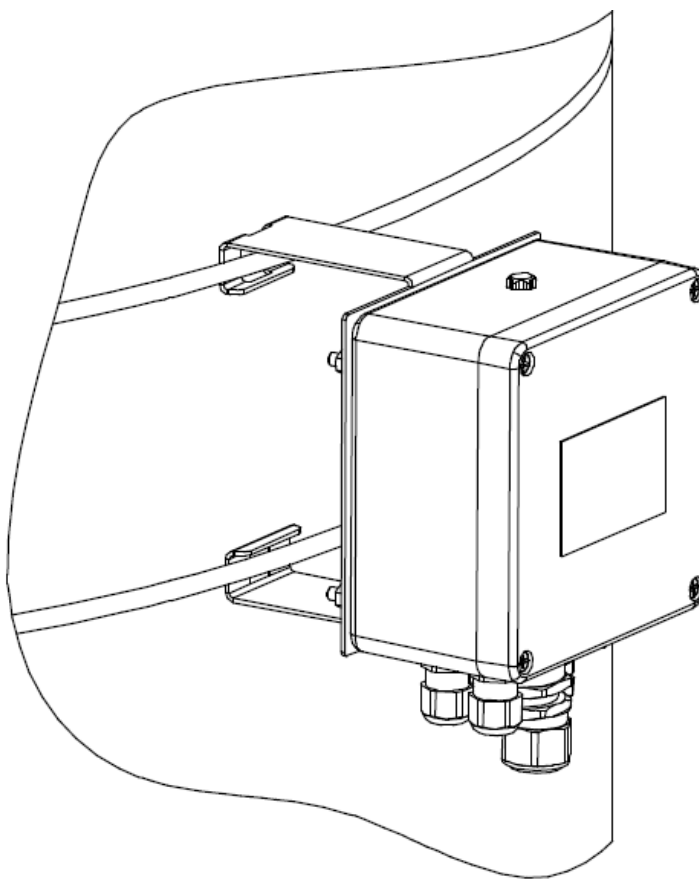

Рисунок 2 – Вариант установки термостата на вертикальном резервуаре
3.1.1 Крепление термостата без монтажной стойки (рис.2) выполняется на четыре винта к плоской поверхности (например, стене) или на специальный кронштейн (не входит в комплект поставки) в соответствии с проектом.